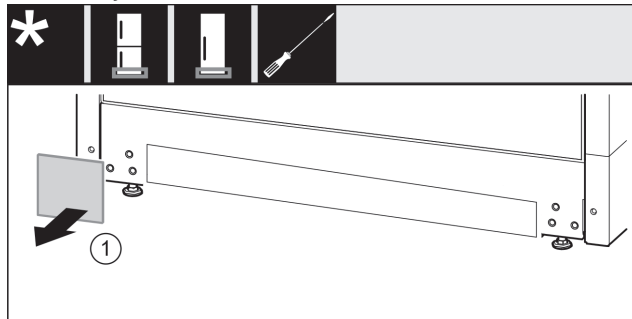

Fig. 15
- Skinite poklopac Fig. 15 (1).